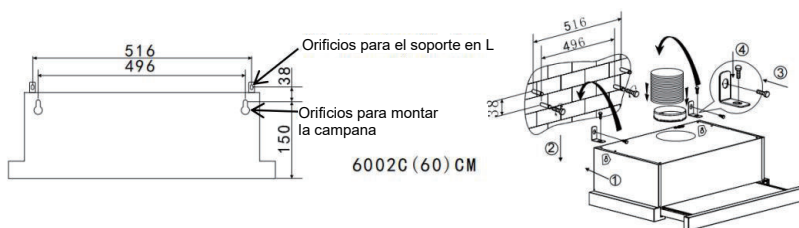

Imagen 3
3. La campana extractora se monta en la pared con 4 tornillos (4 mm x 30 mm) y tacos. Monte la campana extractora en la pared, por su parte posterior, con 2 tornillos (4 mm x 30 mm) y tacos. A continuación, fije la campana extractora en la pared con 2 tornillos (4 mm x 30 mm) y tacos, a través del soporte pequeño en forma de L. Véase la imagen 3.